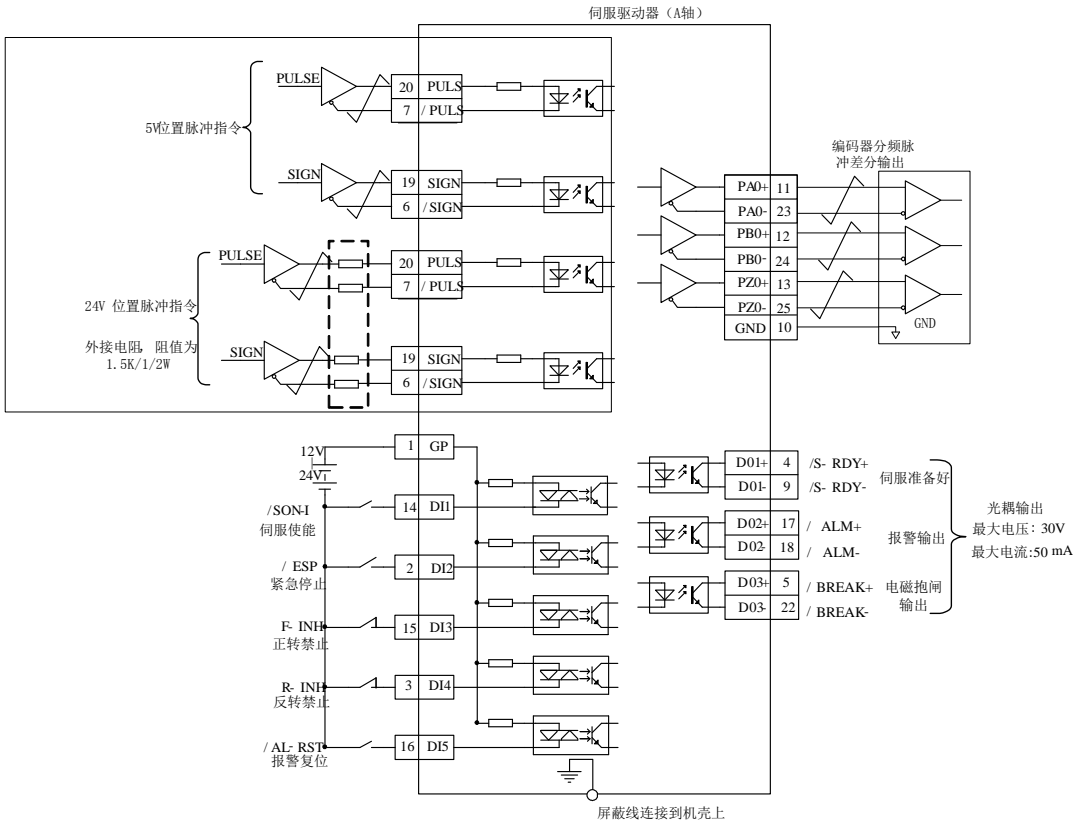

图 6.4.2 外部位置脉冲模式典型接线图
- ★ 参考图 6.4.2 或图 6.4.6 的配线说明，进行 DI/DO 信号的连线；